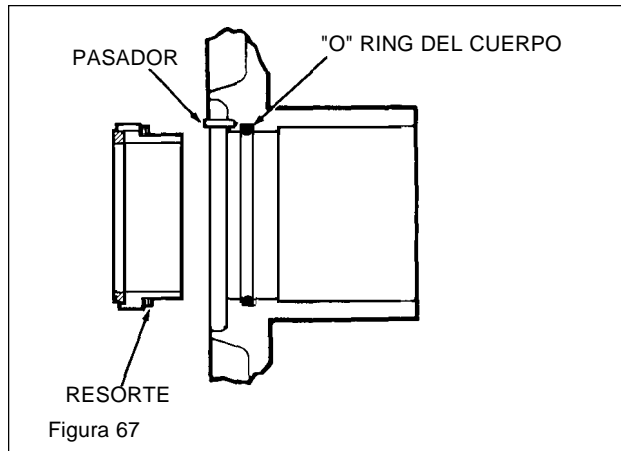

Figura 67
- Monte el resorte ondulado en el sello e instálelo dentro del cuerpo con el pasador de enganche de la muesca en el cuerpo. (Vea la figura 67)